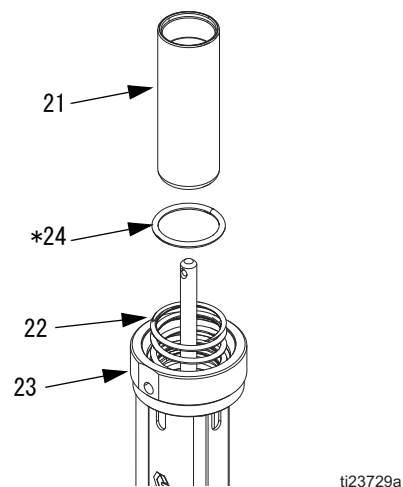

図 15
- エア ピストン (21) をエア モーター土台 (23) の上端から滑り出させます。エア モーター土台から O リング (24*) を取り外します。エア モーター土台のバネ (22) を含め、すべての部品に損傷がないか点検します。図 15 を参照のこと。